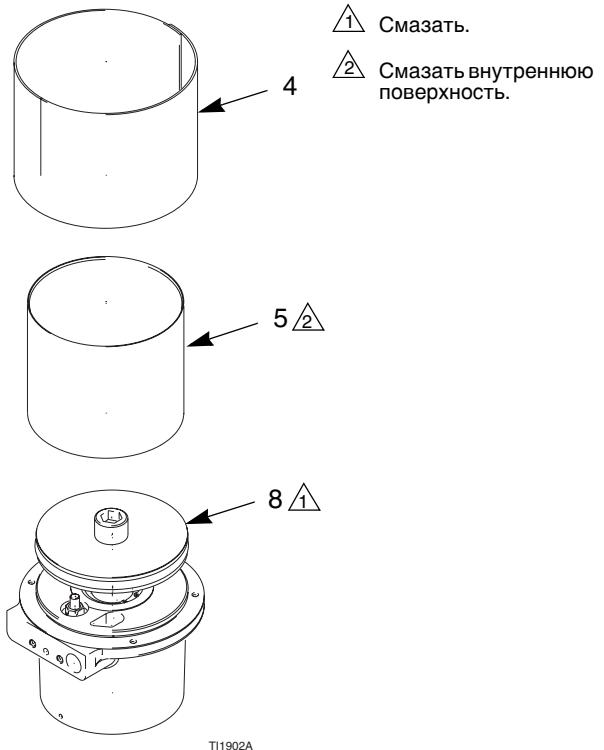
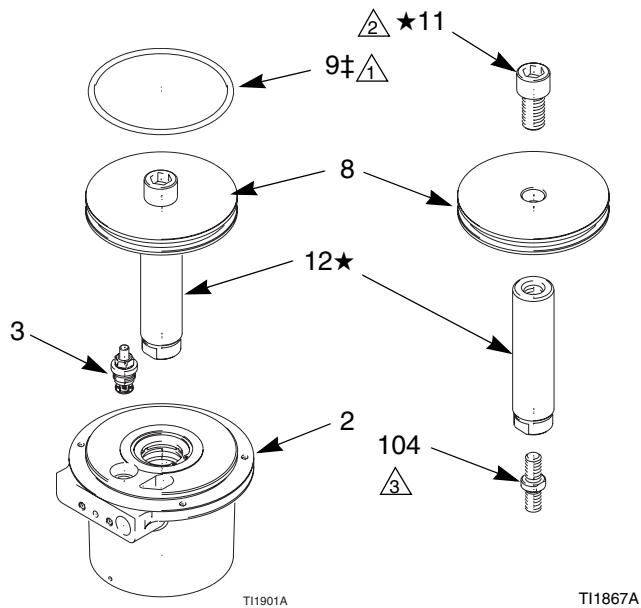

Рис. 9. Боковая крышка и цилиндр
Рис. 10. Поршень пневматического двигателя
4. Снимите боковую крышку (4) и цилиндр (5). Осмотрите внутреннюю поверхность цилиндра на наличие царапин или иных повреждений. См. Рис. 9.
5. Вытяните поршень (8) и шток (12) строго вертикально из основания пневматического двигателя (2). Не отклоняйте поршень, чтобы не повредить шток. Снимите кольцевое уплотнение (9) и вспомогательный клапан (3). См. Рис. 10.
6. Осмотрите шток поршня (12) на наличие износа или повреждений. Если шток поврежден, разберите узел поршня. Отложите шатун (104) и поршень (8) для дальнейшего использования. Выбросьте шток поршня (12) и крепежный винт (11). Эти детали заменяются в комплекте.
2. Если поршень разбирался, то заново установите крепежный винт (11★), поршень (8), шток (12★) и шатун (104). См. Рис. 10. Убедитесь, что плоская сторона поршня направлена вверх. Затяните крепежный винт усилием в 150-163 Нм, предварительно смазав его резьбу составом Loctite® из комплекта. Затяните шатун усилием в 61-68 Нм.
3. Установите вспомогательный клапан (3) в основание (2). Поместите кольцевое уплотнение (9†) на поршень (8). Смажьте шток поршня (12) и кольцевое уплотнение (9), осторожно опустите поршень в основание.
4. Обильно смажьте внутреннюю поверхность нижней половины цилиндра (5). Установите цилиндр и боковую крышку (4). См. Рис. 9.